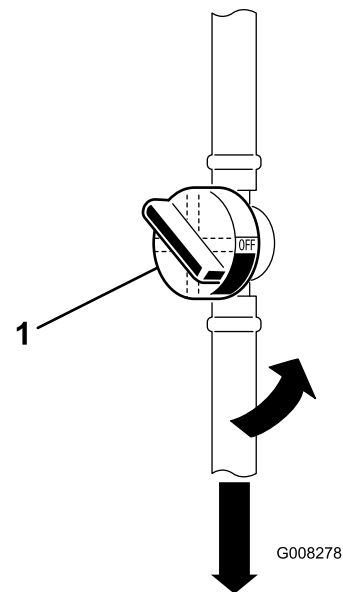

Figure 28
6. Fermez le robinet d'arrivée de carburant (Figure 28).
7. Pincez les extrémités des colliers et faites glisser ceux-ci pour les éloigner du filtre usagé (Figure 28).